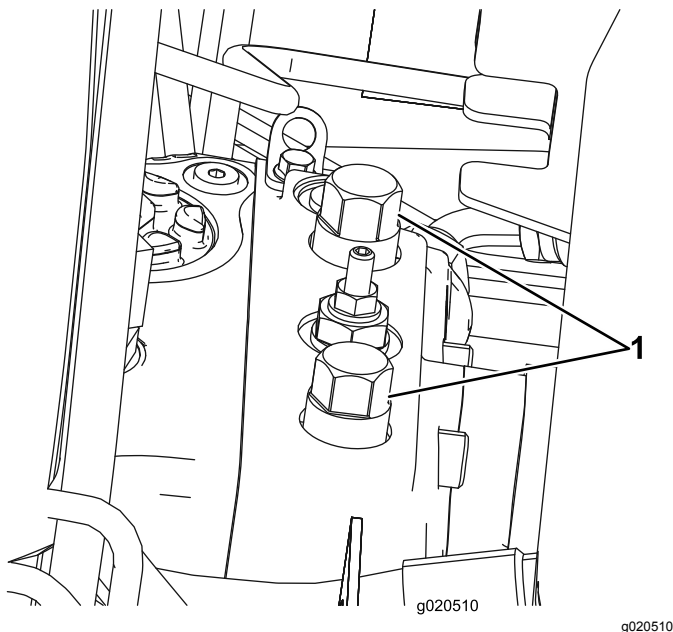

Figure 20
1. Ouvrez le capot et localisez les vannes de dérivation (Figure 20) au sommet de la pompe, derrière la batterie/les bacs de rangements.